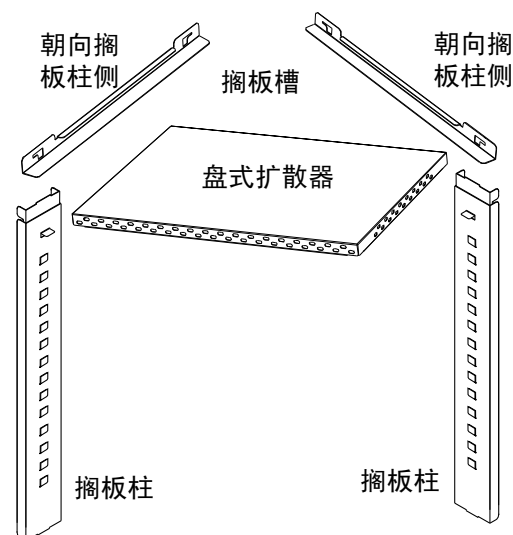
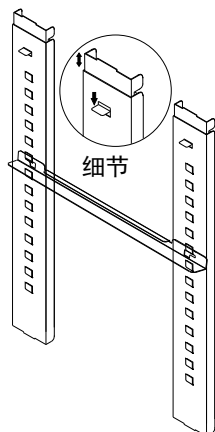

图 1-7. 搁板安装
图 1-9. 安装好的搁板槽
1. 安装的搁板柱（每侧两根），使卡片应朝向箱室中心，插槽朝上。将每根搁板柱的顶部向下按以进行定位，将其摁入卡位后再松手（图 1-9）。将每根搁板柱牢固地卡入箱室两侧上下面的卡槽中。图 1-7 中所示为扩散盘、搁板柱和搁板槽。
4. 图 1-9 中所示为安装在箱室右侧搁板柱上的隔板槽。